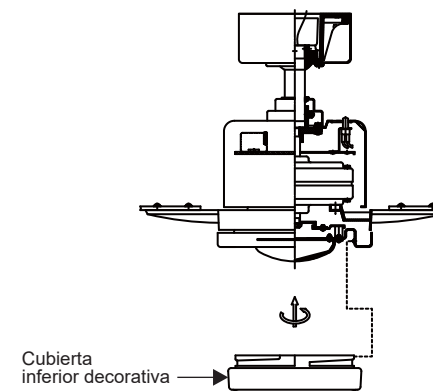

Fig. 19
**NOTA:** Si no planea instalar el kit de luz LED con su ventilador en este momento, no haga las conexiones de los cables. Levante la cubierta inferior decorativa contra el kit de luces LED y gírela en el sentido de las agujas del reloj hasta que esté bien ajustada, NO APRIETE DEMASIADO. (**Fig. 19**)